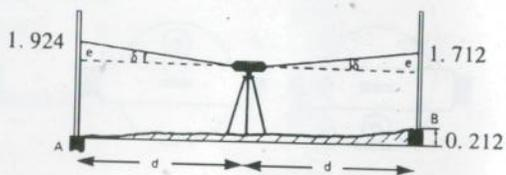

图 13
5.2.1 A和B点相距30到50米, 在中央安置仪器并读取 $a_1$ 和 $b_1$ (如图13)。